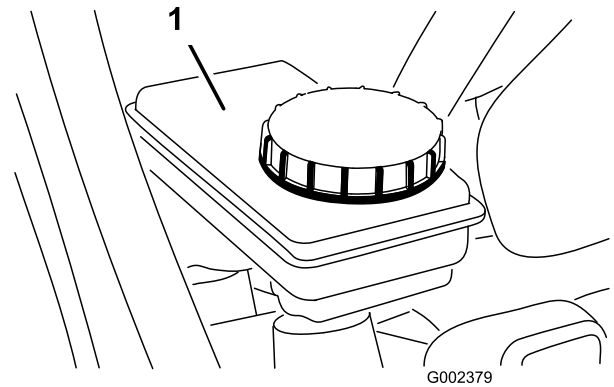

Figura 55
5. Asigurai-vă că nivelul lichidului este până la linia cu marcajul Full (Complet) a rezervorului (Figura 55).
6. Dacă nivelul lichidului este scăzut, curăai zona din jurul capacului, scoatei capacul rezervorului i umplei rezervorul la nivelul corespunzător cu lichidul de frână specificat (Figura 55).